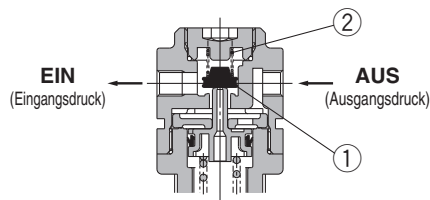

Abb. 2
Wird der Eingangsdruck entlüftet, steht am Ventil ① kein Eingangsdruck mehr an. Der Anpressdruck für das Ventil ① wird ausschließlich über die Ventildfeder ② erzeugt. Wenn das Ventil ① durch die Ausgangskraft geöffnet wird, wird der Ausgangsdruck auf der Eingangsseite abgelassen. (Abb. 2)
Wird der Eingangsdruck entlüftet, öffnet sich das Rückschlagventil ② und der Druck aus der Membrankammer ① wird zur Eingangsseite geleitet (Abb. 2).